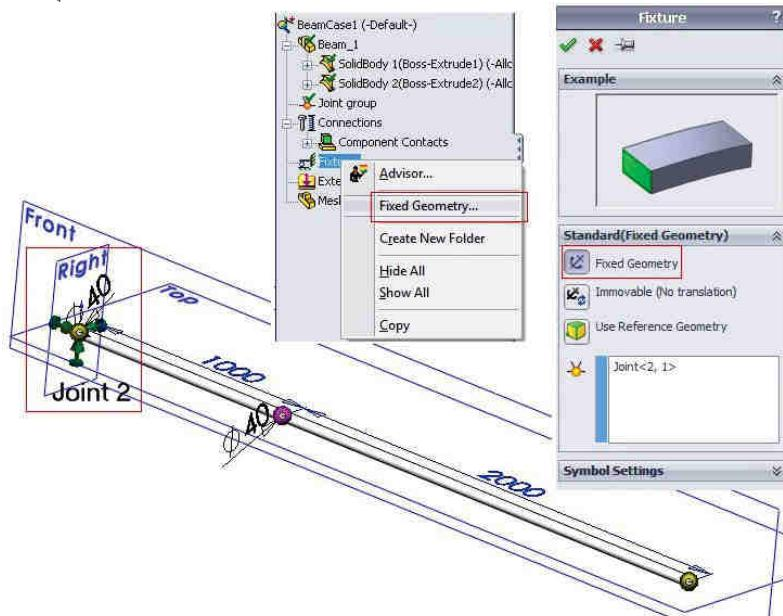

Fig. 4.9
- Click dreapta pe ramura **Fixtures** și selectie **Fixed Geometry**, fig. 4.9.
- Right-click the **Fixtures** folder and select **Fixed Geometry**, fig. 4.9.